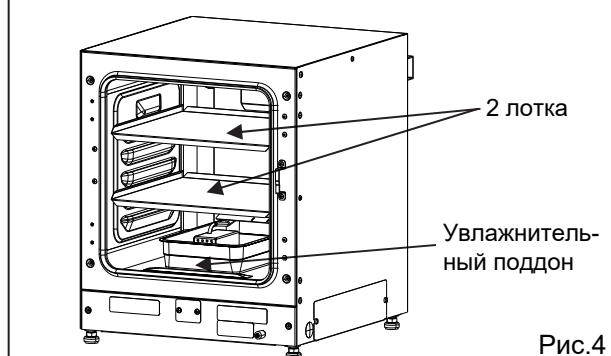

Рис.4
(1) Установите воздуховод, снятый выше (2) на шаге 2.
(2) Установите крышку вентилятора, снятую выше (1) на шаге 2.
(3) Установите увлажнительный поддон (Рис. 4).
(4) Установите два лотка (Рис. 4).